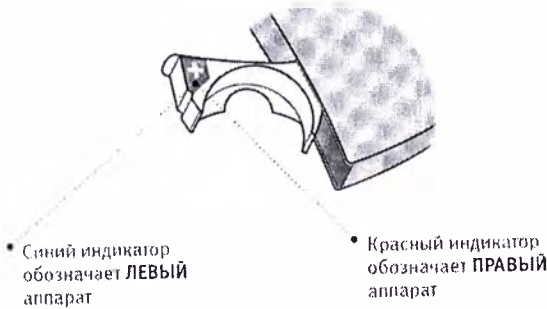

Рисунок 7 – Маркировка слухового аппарата
2.1.3.2 Для отличия аппарата для левого уха от аппарата для правого уха специалист может установить цветовую маркировку внутри крышки батарейного отсека (рисунок 7).